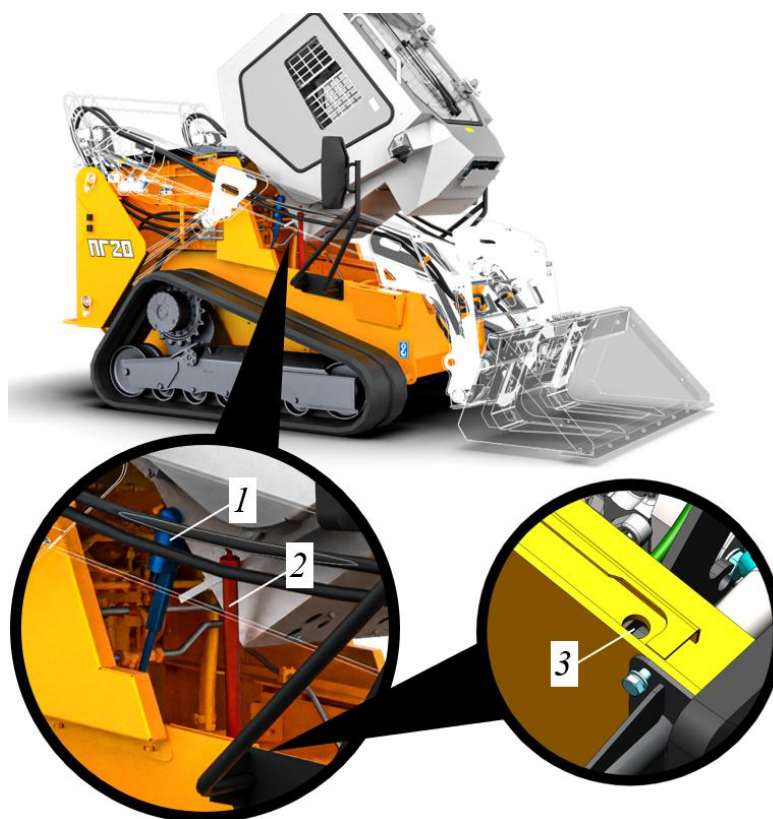

Рисунок 5.10. Процедура подъема кабины оператора
Подъем кабины осуществляется актуатором 1, см. рис. 5.10.
- Для фиксации кабины в поднятом положении установить стопор 2 в технологическое отверстие на раме 3, см. рис. 5.10.
Если, по какой-либо причине электрический актуатор 1 (рис. 5.10) перестал функционировать. То есть возможность поднять-опустить кабину оператора механическим способом. Для этого:
- ▶ Освободить стопор 2, фиксирующий кабину в открытом положении предварительно приподняв кабину оператора, см. рис. 5.10.